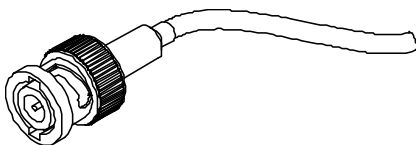

Рис. L-3 Разъем BNC (1CH) ВТ-ПЭП
- Второй тип: разъем BNC (см. Рис. L-3 на стр. 179), используемый в некоторых однокатушечных VT-ПЭП.